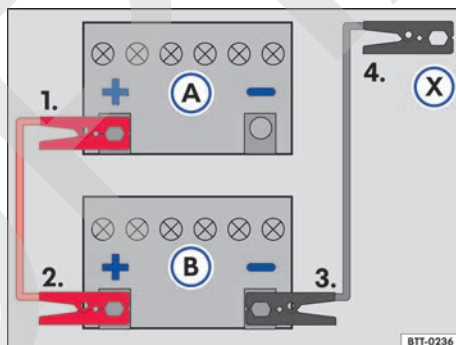

Fig. 178 Esquema para la conexión de los cables auxiliares de arranque: batería del vehículo descargada (A) y batería del vehículo que provee la corriente (B).
Legenda para → fig. 178:
- Conectar un extremo del cable de arranque auxiliar *rojo* al polo positivo → fig. 178 ⊕ del vehículo con la batería del vehículo descargada A → ▲.